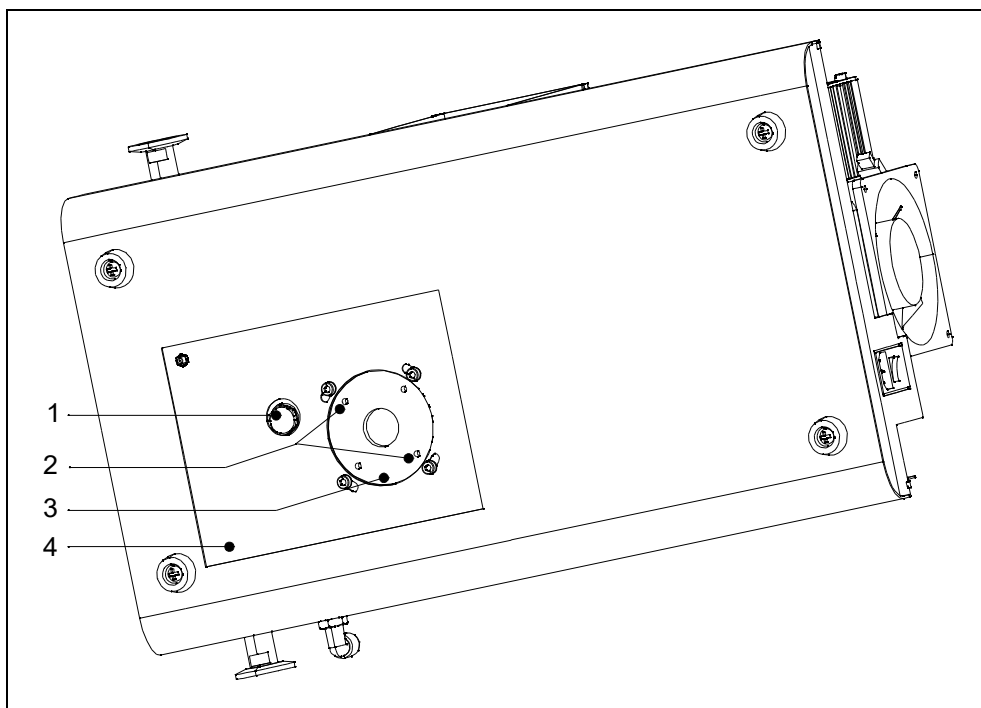

Fig. 7-3 Couvercle du réservoir de lubrifiant
- 4** Pour remplacer le réservoir de lubrifiant de la pompe turbomoléculaire, dévissez le couvercle situé à la base de la pompe turbomoléculaire. Voir à ce propos la Fig. 7-3/3.